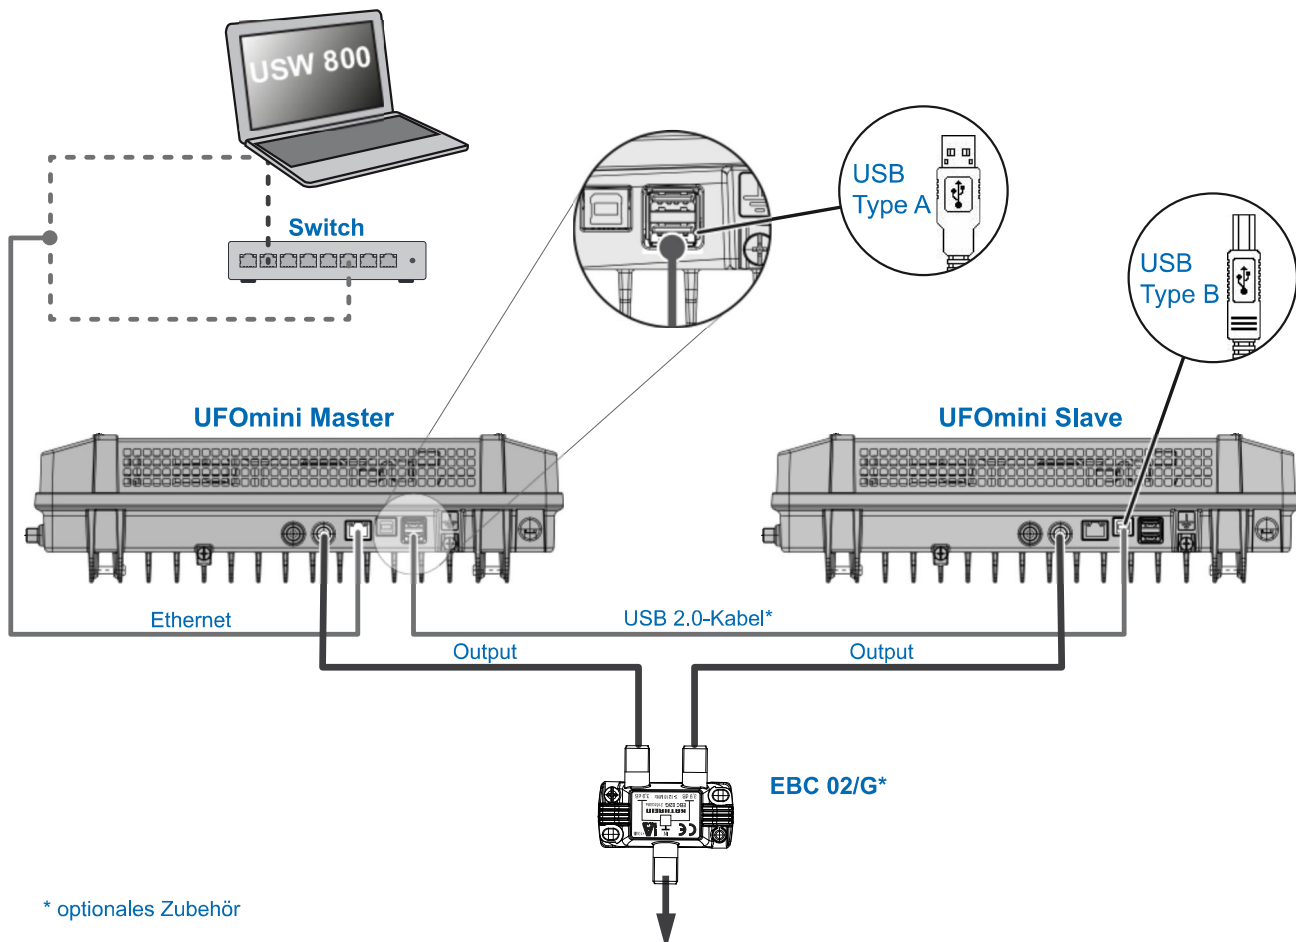

Abb. 4: Verkabelung
2. Schließen Sie den Computer mit einem Ethernet-Kabel¹⁾ an die RJ45-Buchse an, bei Bedarf über einen Switch oder Router; siehe Abb. 4, S. 5. Die Kopfstelle arbeitet nun als *Master*.
3. Sollen UFOmini Geräte per UFOlink zu einem System verbunden werden, kaskadieren Sie bitte jedes weitere Gerät mit einem USB 2.0-Kabel nach folgenden Vorgaben: (Abb. 4). Dabei gilt: